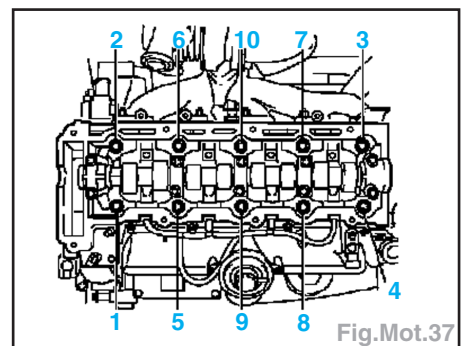

Fig.Mot.37
- Enlever les vis de culasse dans l'ordre représenté (Fig.Mot.37) par étapes de 1/2 à 1 tour.